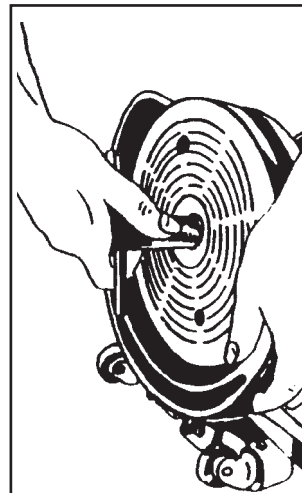

Figura 3
2. Hay una llave especial en el soporte detrás del motor. Use la llave especial para sacar el tornillo y la arandela del centro de la almohadilla de lijado. Consulte la Figura 3.